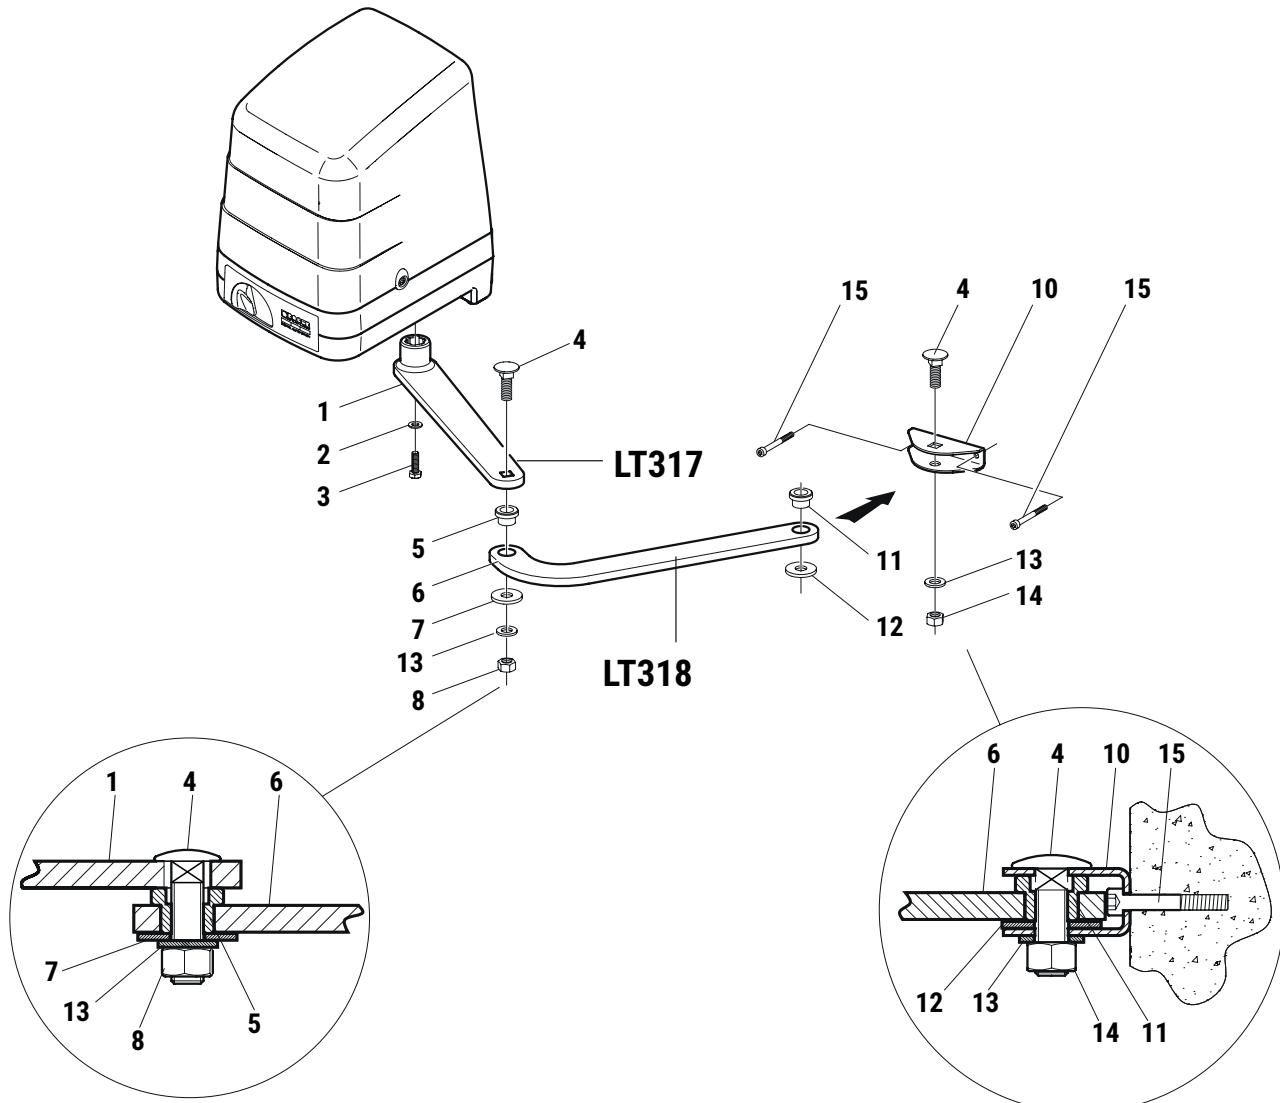
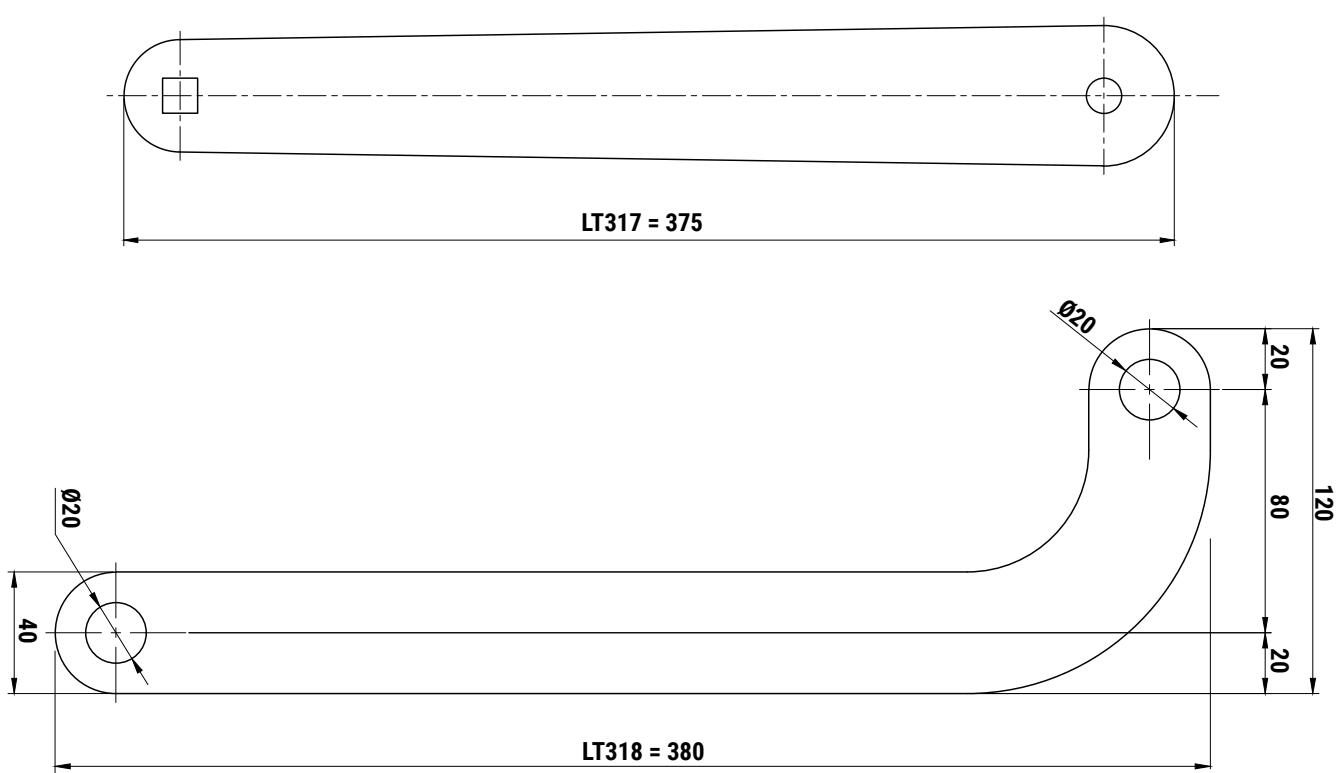

Fig. 2
Fig. 3
- Monte los brazos articulados (fig. 3) según lo indicado por la secuencia en la fig. 2 y fíjelos al soporte delantero KT218 lubricando los pivotes de rotación.
- Monte os braços articulados (fig. 3) de acordo com a sequência indicada na fig. 2 e fixe-os ao suporte dianteiro KT218 lubrificando os pontos de rotação.